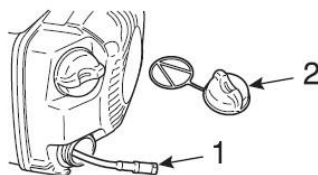

Fig. 19
ATTENZIONE! Controllare il filtro dell'olio periodicamente, un filtro ostruito (Fig. 19-①) compromette il normale funzionamento dell'impianto di lubrificazione.
1. Svitare il tappo del serbatoio dell'olio (Fig. 19-②).
2. Estrarre il filtro dell'olio (Fig. 19-①) dal serbatoio con un uncino metallico.
3. Se il filtro (Fig. 19-①) è sporco, lavarlo con benzina o sostituirlo.